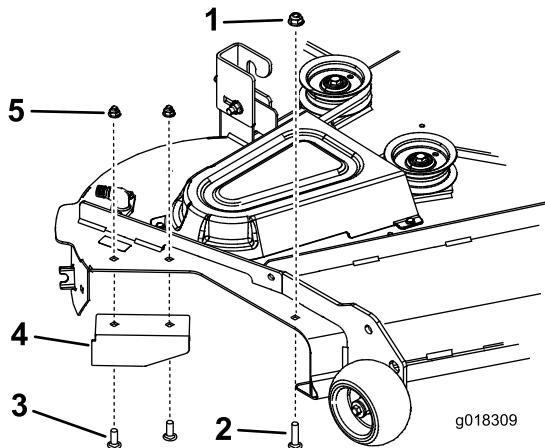

Figure 20
2. Après avoir déposé l'ensemble de la plaque, installez le déflecteur existant à l'aide des boulons et écrous existants (Figure 20).
3. Montez une vis de carrossier et un écrou à embase dans le trou avant, comme illustré (Figure 20).